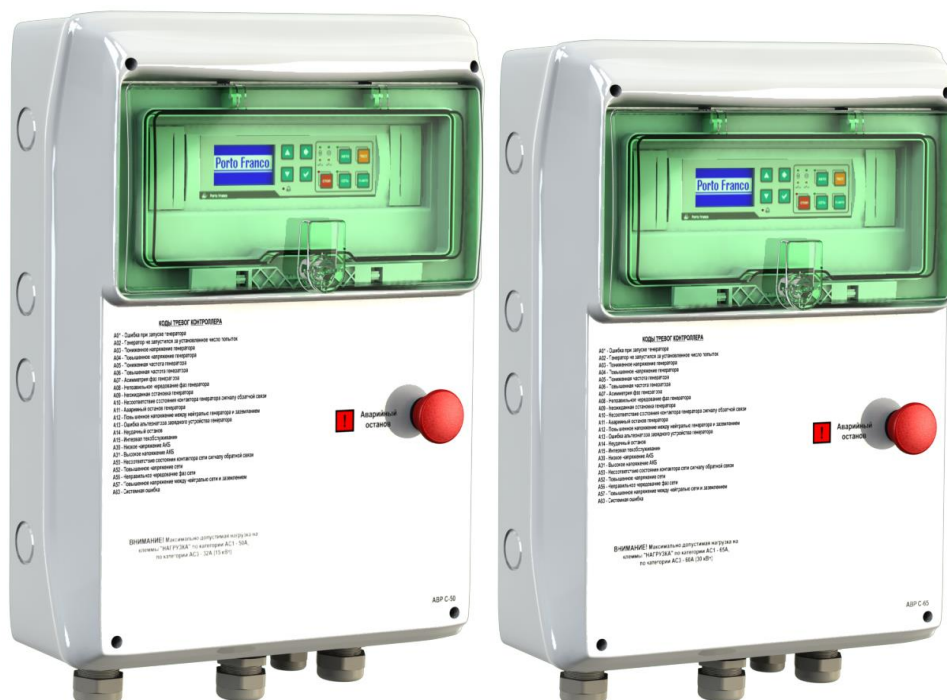

Рис. 5.1. Внешний вид контроллеров АВР C(M)-50 и АВР C(M)-65
5.1.1 Конструктивно устройство выполнено в герметичном пластмассовом корпусе и предназначено для настенного монтажа. На фронтальной стороне под прозрачной герметичной крышкой расположены ЖК-дисплей, светодиоды индикации и кнопки управления. Также с наружной стороны корпуса расположена кнопка «Аварийный останов». Внешний вид контроллеров АВР представлен на рис. 5.1.
5.3.2 Большая красная кнопка «Аварийный останов» (рис. 5.1) обеспечивает экстренный останов генераторной установки на любом этапе запуска, работы или нормального останова.